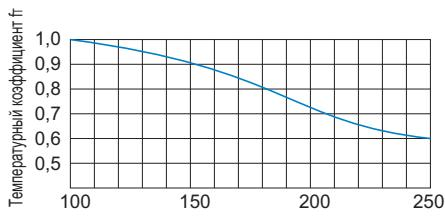

Рис.1 Температурный коэффициент (ft)
**fT** : температурный коэффициент (см. Рис.1)